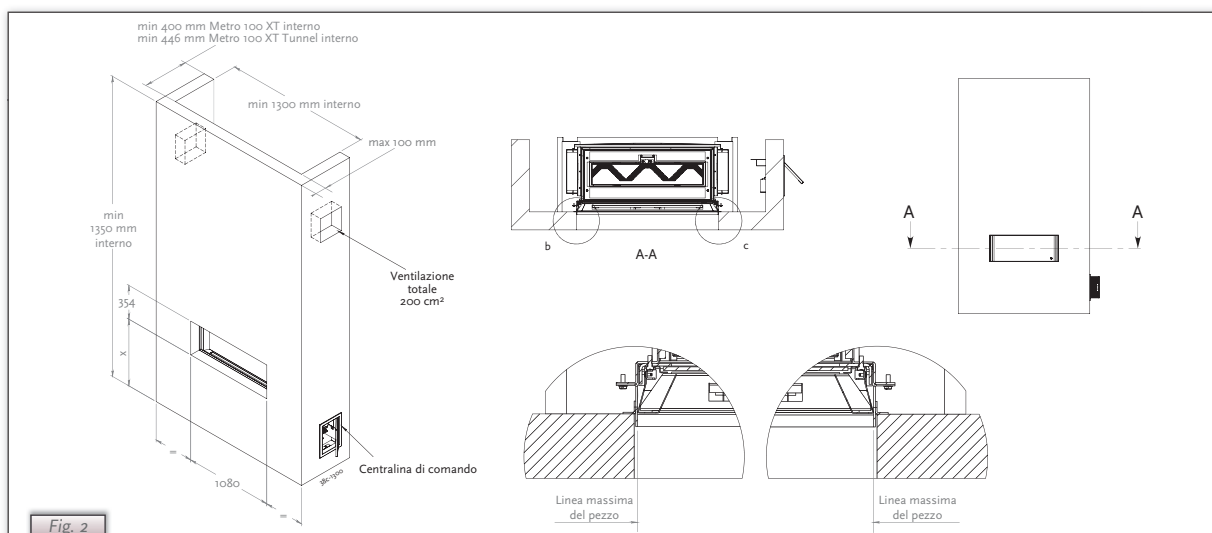

Fig. 2
- Attenzione** - calcolare per la profondità dell'apparecchio (vedi Fig. 2) (metro 100 XT: min. 400; metro 100 XT Tunnel: min. 446mm);